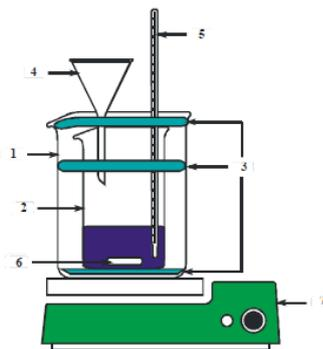

Рис. 3. Калориметр:
Простейший калориметр (рис. 3) состоит из двух стаканов: наружного (1) и внутреннего (2) – собственно калориметра, установленного на теплоизолирующей подставке и снабженного крышкой (3) с отверстиями для термометра (5), воронки (4) и мешалки (7). Чтобы свести потери тепла к минимуму, внутренний стакан не должен касаться стенок внешнего.